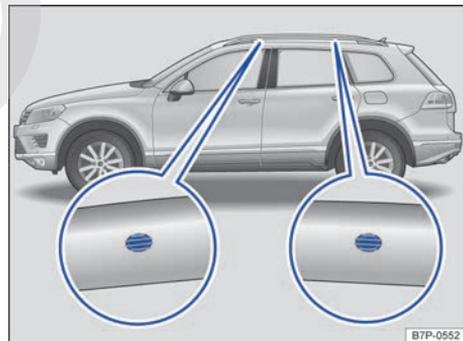

Fig. 134 Puntos de fijación para los soportes básicos y el portaequipajes de techo. ▶
Los orificios para colocar los soportes se encuentran en la parte interior de las barras laterales del techo → fig. 134.
- Monte los soportes básicos únicamente en las marcas que aparecen señaladas en la figura → fig. 134.